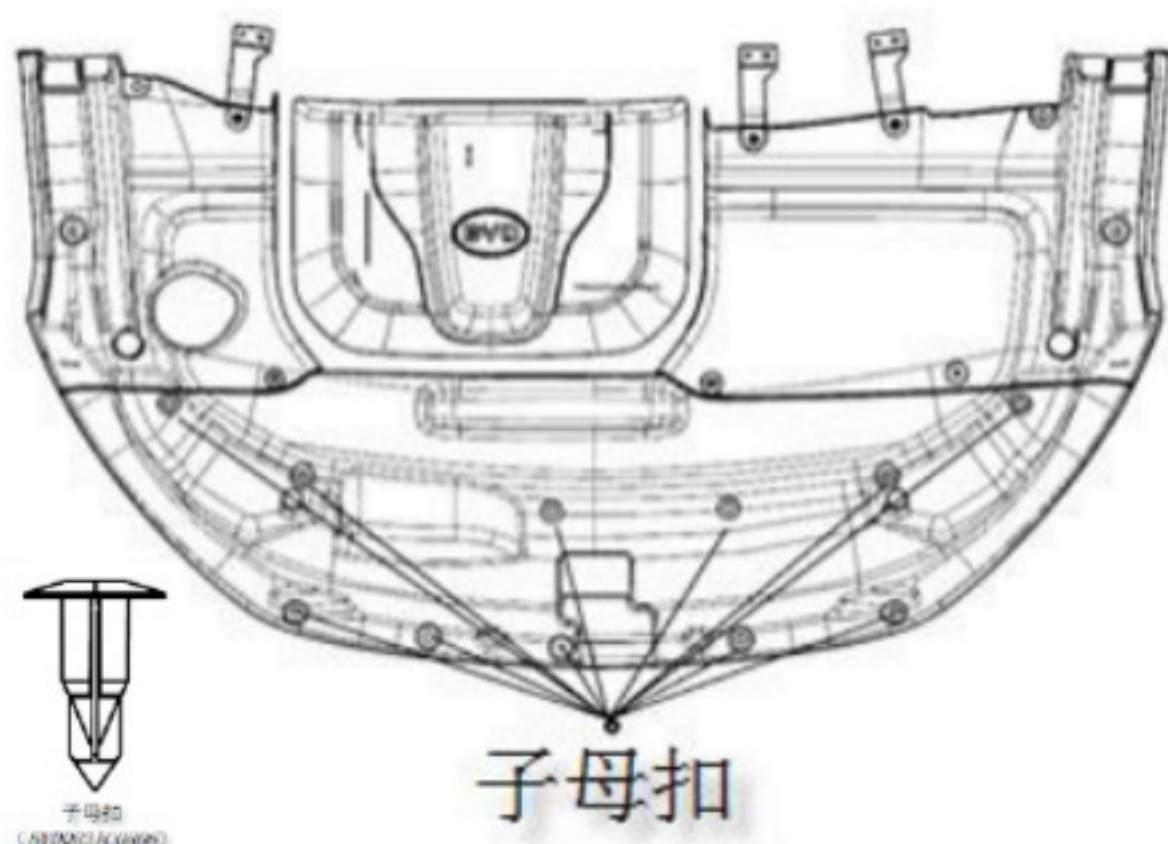

图 2-19
(4) 先将前舱左右装饰板取下，再由后端抬起，将格栅上盖板取下，即完成格栅上盖板与前格栅左右装饰板拆除，双手将发动机装饰板往上抬起，即可拆除发动机装饰板，如图 2-19 所示。